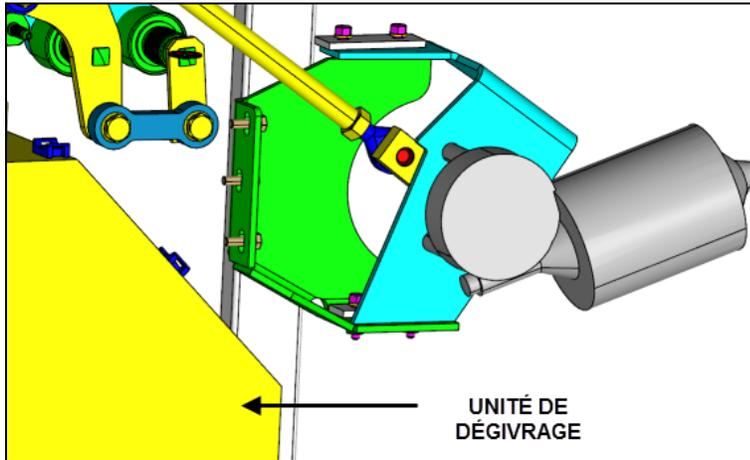

FIGURE 7: MOTEUR D'ESSUIE-GLACE VUE DE PAR L'OUVERTURE (INSTALLATION TYPIQUE DE LA SÉRIE X MONTRÉE, L'INSTALLATION DE LA SÉRIE H3 EST LÉGÈREMENT DIFFÉRENTE)
5. Le moteur d'essuie-glace est fixé à une plaque d'acier à l'aide de 3 vis de montage. La tête des vis de montage n'est accessible que de l'autre côté de la plaque (voir figure 7 & 8).
15. Serrer la vis (item 2, figure 7) fixant la bielle d'entraînement à l'arbre du moteur. Serrage: **22 lbf-pi (30 Nm)**.